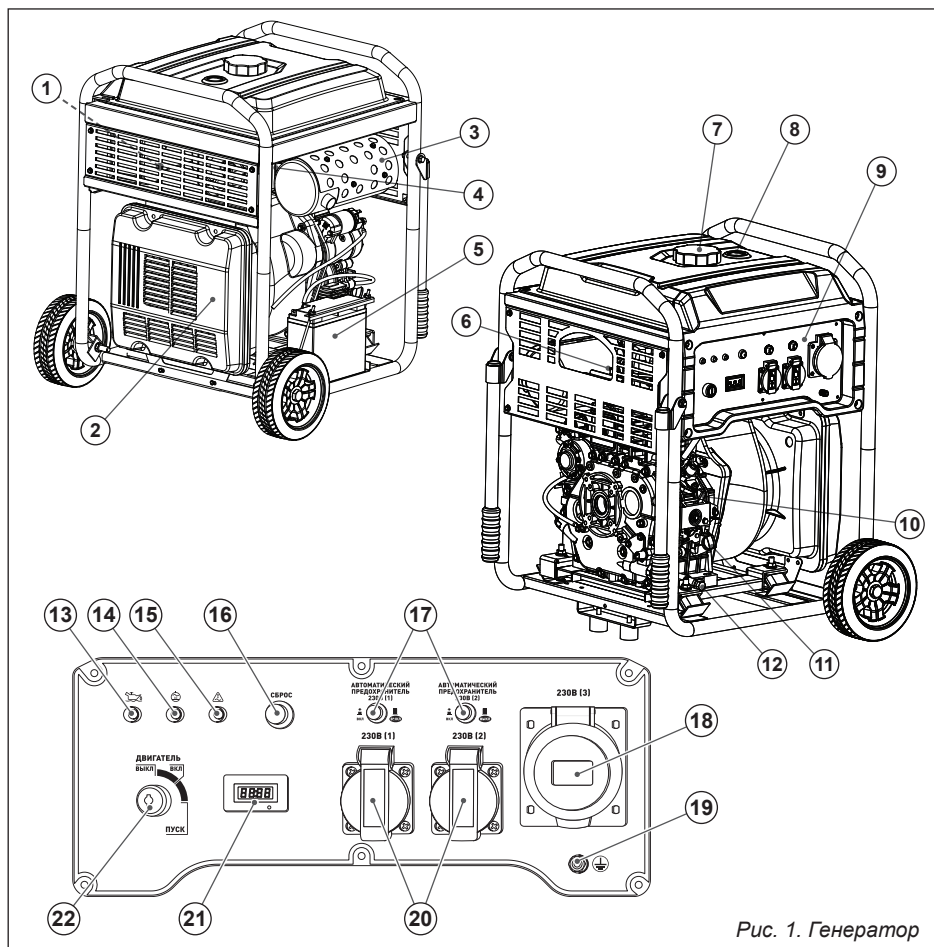

Рис. 1. Генератор
3. ОСНОВНЫЕ ЧАСТИ И УЗЛЫ ГЕНЕРАТОРА (РИС. 1)